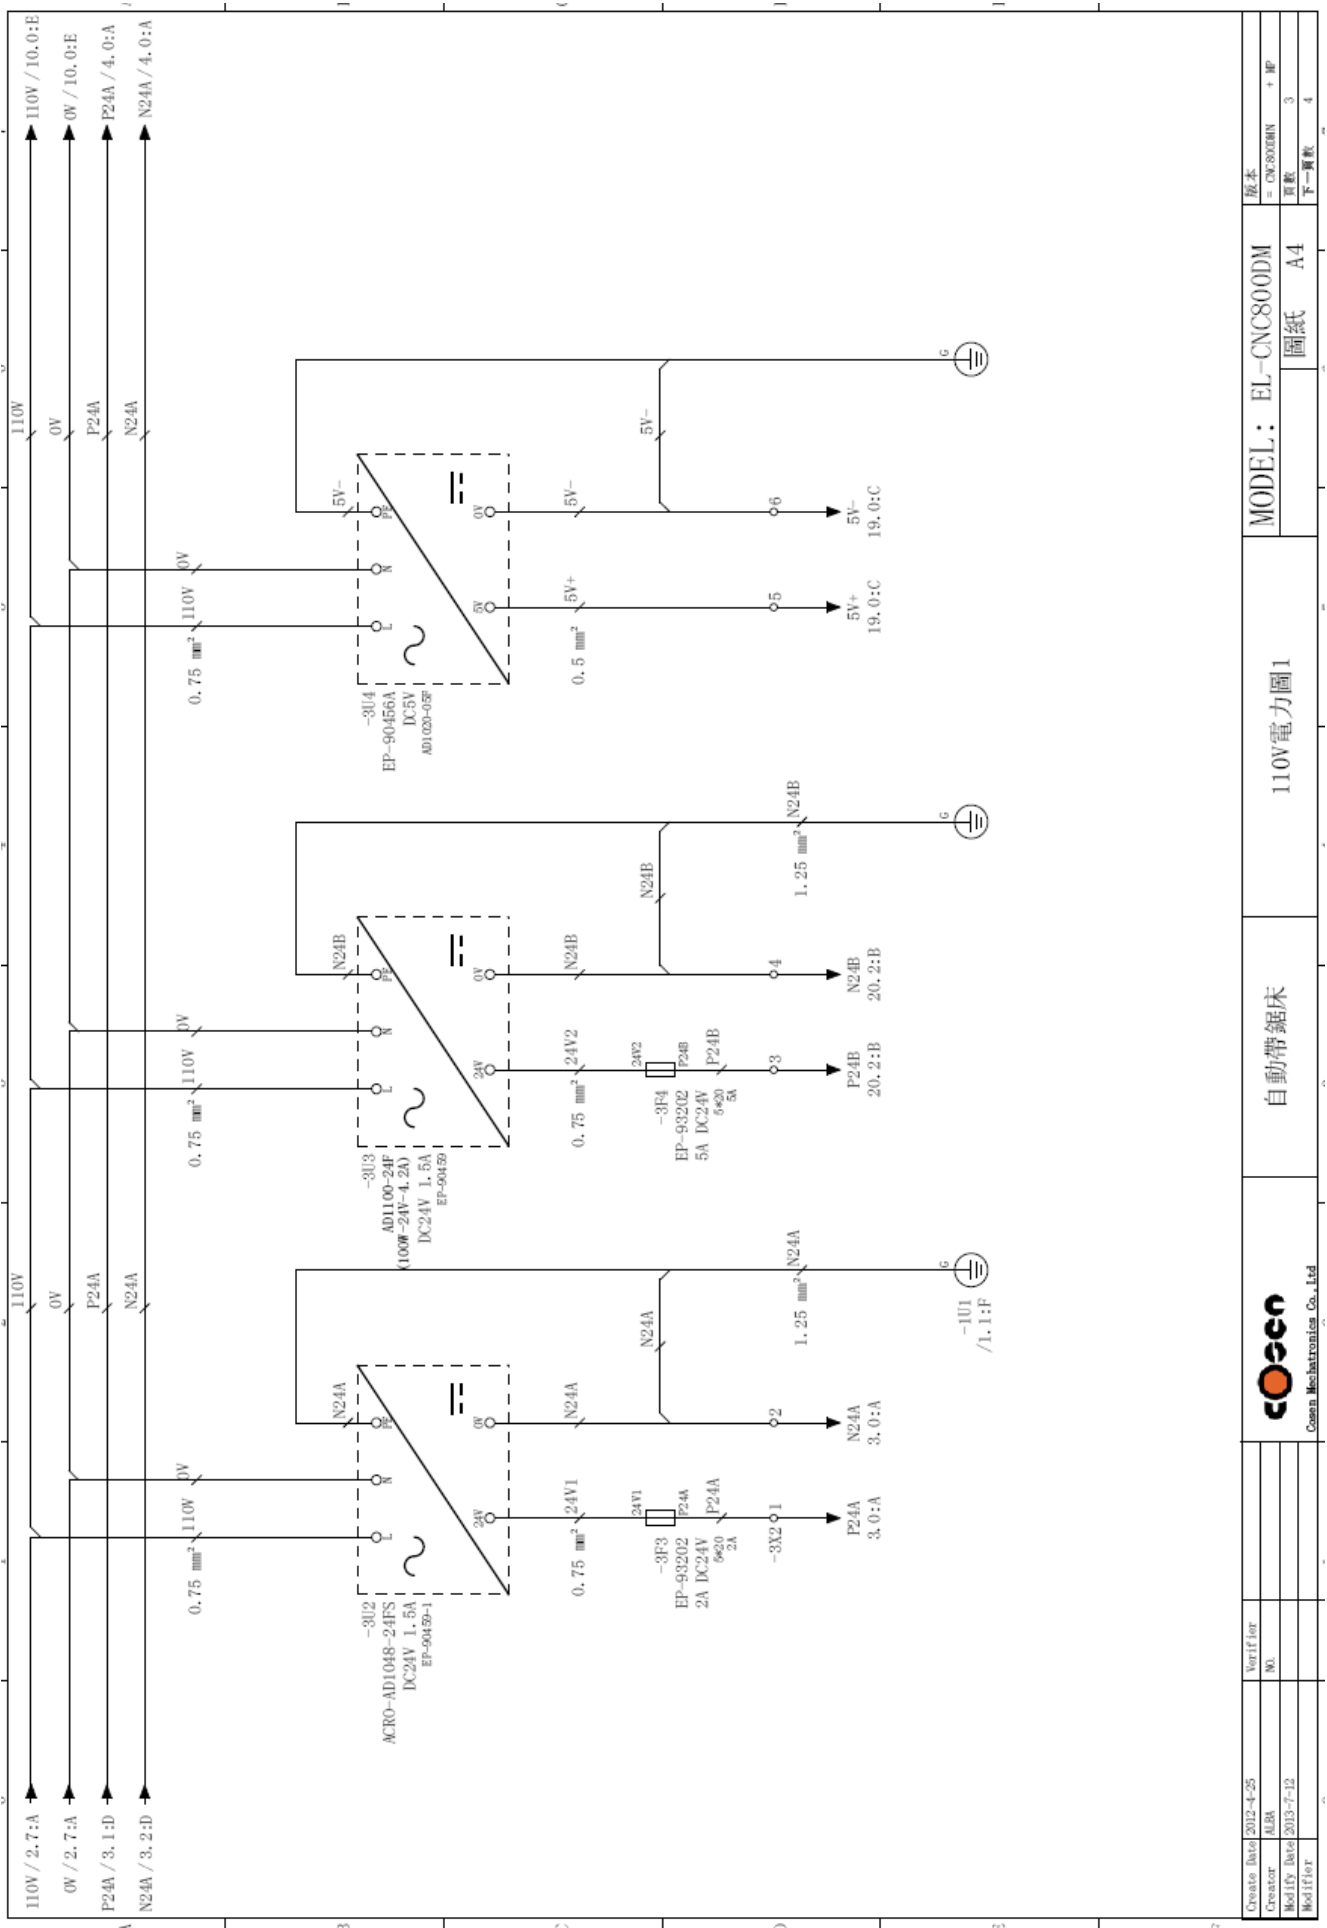

Fig. 5-4 110V circuit diagram (CE)
- Fig. 5-4 110V circuit diagram (CE)